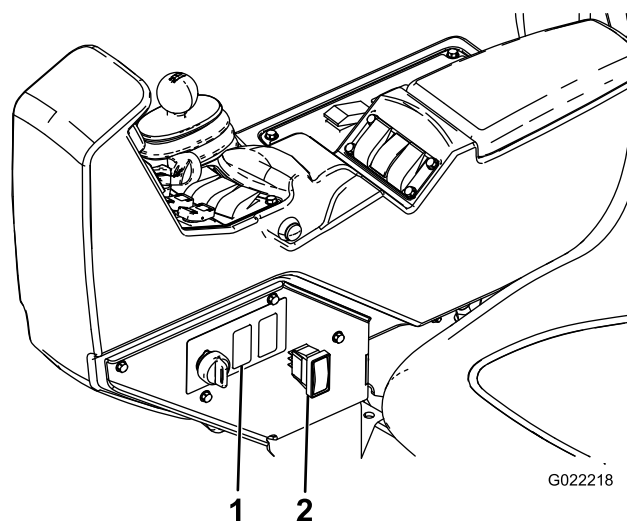

Figura 29
3. Găsiți priza la care veți instala comutatorul rezervorului de clătire, de pe partea stângă a consolei (Figura 29).
4. Îndepărtați priza de pe laterala consolei (Figura 29).
7. Prin deschiderea din consolă, racordați conectorul cu 8 tifturi al comutatorului culbutorului cu 3 poziii la conectorul rezervorului de clătire cu 8 mufe (Figura 29).